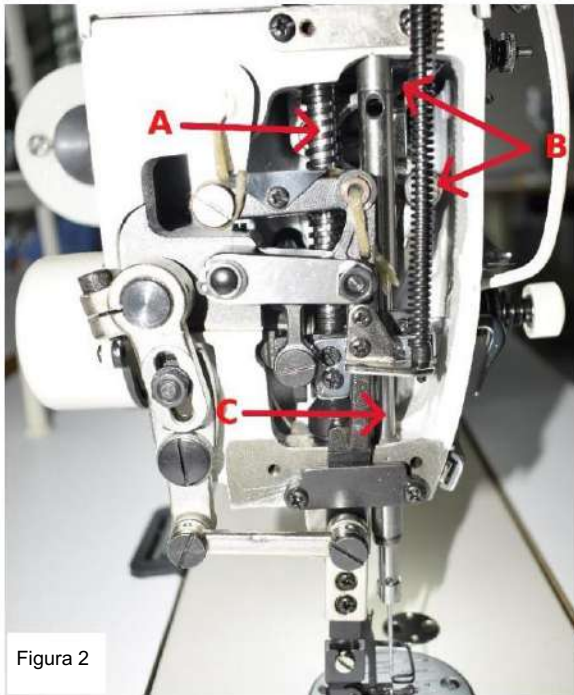

Figura 2
Retire la cubierta frontal de la máquina y lubrique la varilla de presión (A), las juntas de la palanca del hilo (B) y barra de agujas (C). Utilice de 3 a 5 gotas de aceite M22 según la figura 2.